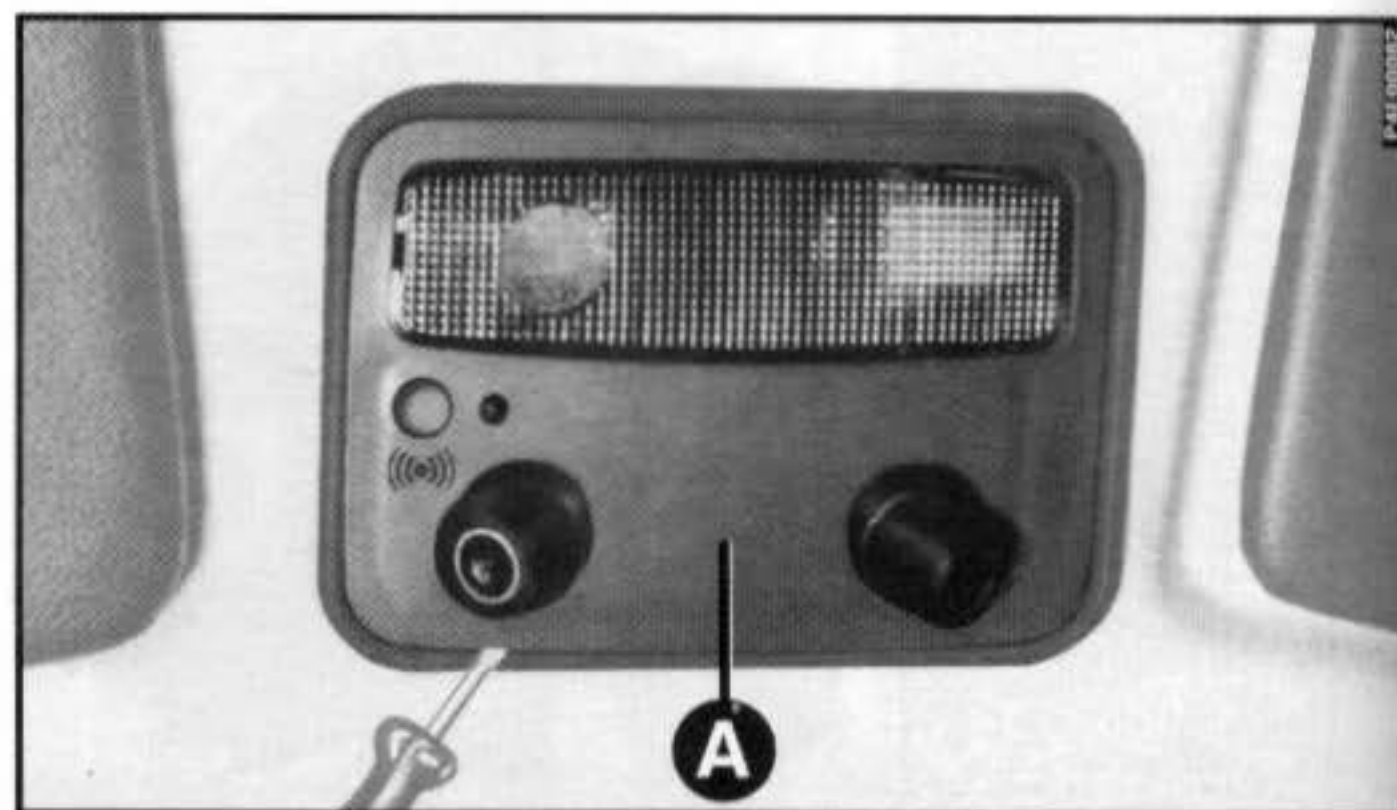

fig. 23
– com uma chave de fenda remover o conjunto da luz interna **A-fig. 23** montada a pressão.